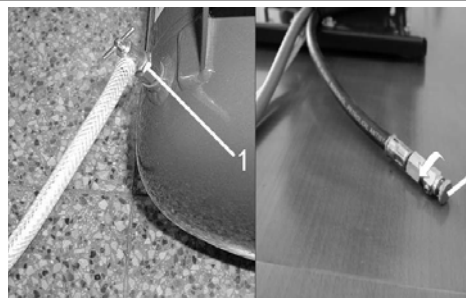
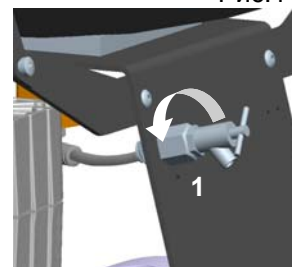

Рис.14
Рис.15
Компрессоры (Рис.14, Рис.15)
В том случае, если компрессор не будет применяться длительное время, рекомендуется слить конденсат из напорного резервуара и компрессор потом запустить в эксплуатацию примерно на 10 минут с открытым клапаном для слива конденсата (1) (Рис.14, Рис.15). Потом выключить компрессор выключателем (3) на реле давления (2) (Рис.13), закрыть клапан для слива конденсата и отсоединить оборудование от электросети.
- Отсоединить оборудование от электросети. Выпустить давление воздуха в напорном резервуаре, открывая клапан для выпуска конденсата (1) (Рис.14 Рис.15).